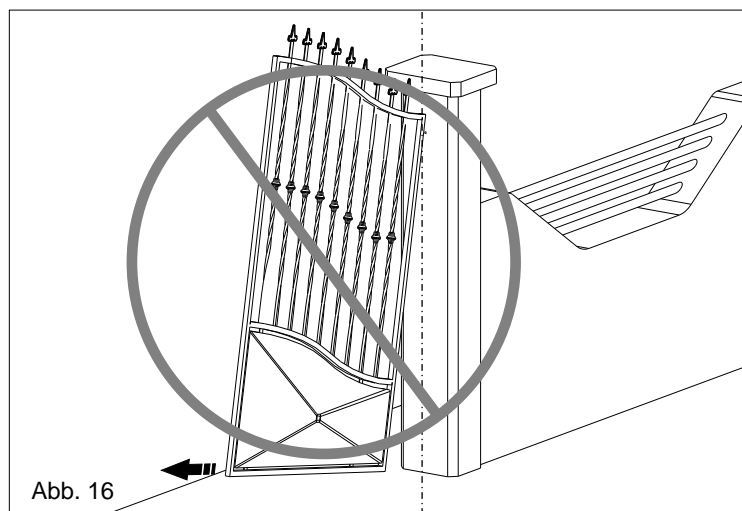
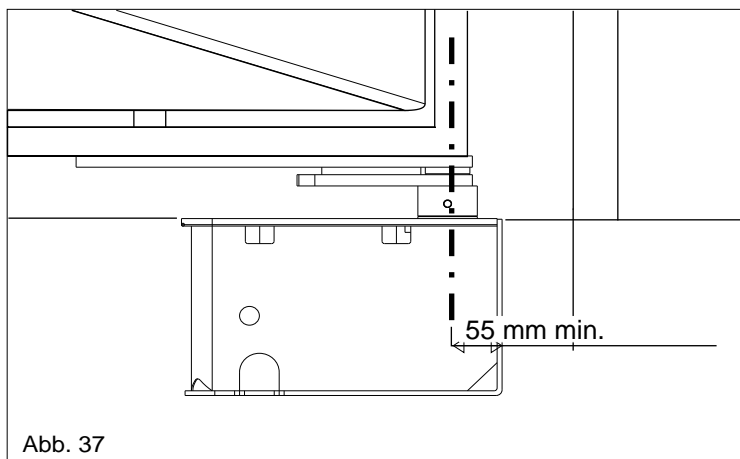

Abb. 16
Abb. 37
4.3. Darauf achten, dass die Flügel nicht außerhalb der Achsen (Abb. 16 und 17) positioniert werden, und so vorgehen dass der Schaft mit der Rotationsachse der Winde übereinstimmt
**11.3.** Darauf achten, dass die Flügel nicht außerhalb der Achsen (Abb. 16 und 17) positioniert werden, und so vorgehen dass die Welle mit der Rotationsachse des Scharniers übereinstimmt und berücksichtigen, dass der Mindestabstand von der Säule 55 mm ist (Abb.37).